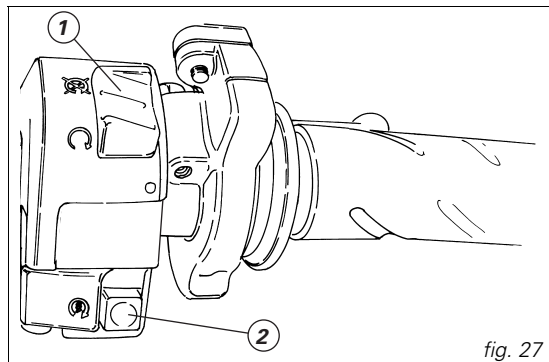

fig. 27
3) Accertarsi che l'interruttore d'arresto (1, fig. 27) sia nella posizione  (RUN), premere quindi il pulsante avviamento (2, fig. 27).